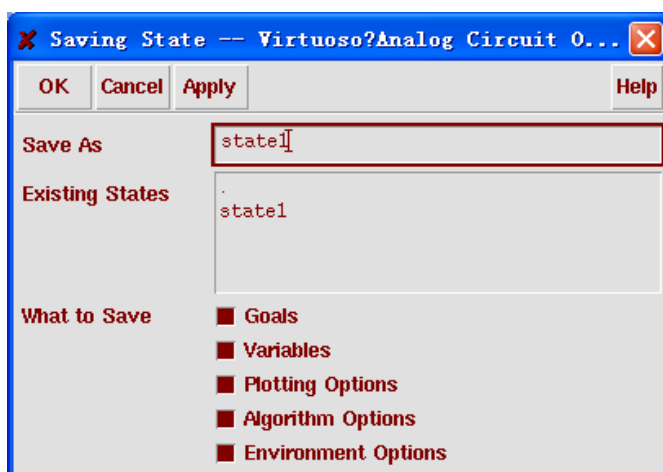

图 11.33 “save”窗口
- 1) 选择 Session→Save State，然后“Saving State”窗口弹出，如图 11.33 所示